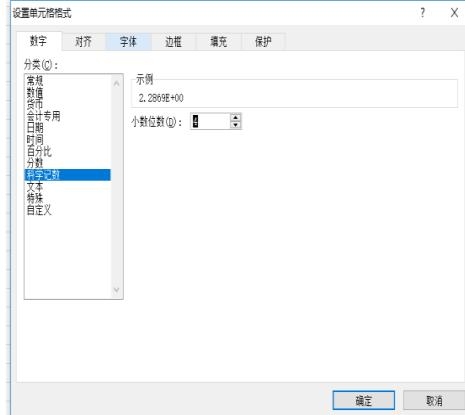

图7-1-6 科学计数
2. 将电阻字段选中，并设置其单元格属性设置为：科学记数，小数位数4位。如图7-1-6所示。